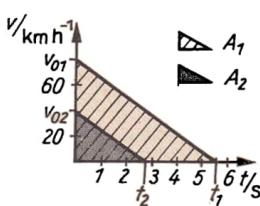

Bild 14
3. Die Beschleunigung ist in beiden Fällen die gleiche. Somit laufen die v, t -Kurven parallel (Bild 14). Im v, t -Diagramm kennzeichnet die Fläche zwischen Kurve und Zeitachse den zurückgelegten Weg. Es ist $A_2 = \frac{1}{4} A_1$ (Dreieck mit halber Grundseite und halber Höhe) und somit $s_2 : s_1 = 1 : 4$.